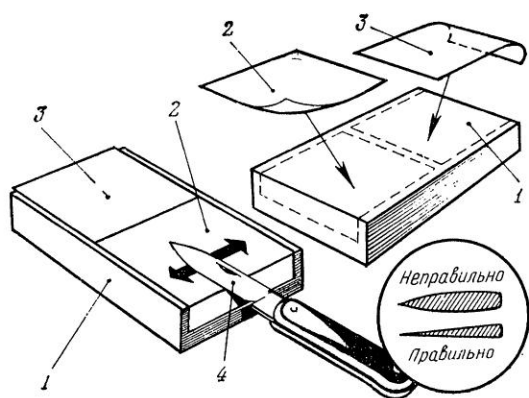

Рис. 8. Самодельный точильный брусок
**Заточка инструмента.** Одним из основных инструментов начинающего моделиста является нож, который должен быть хорошо наточен. Давайте попробуем смастерить несложную точилку для ножей (рис. 8).